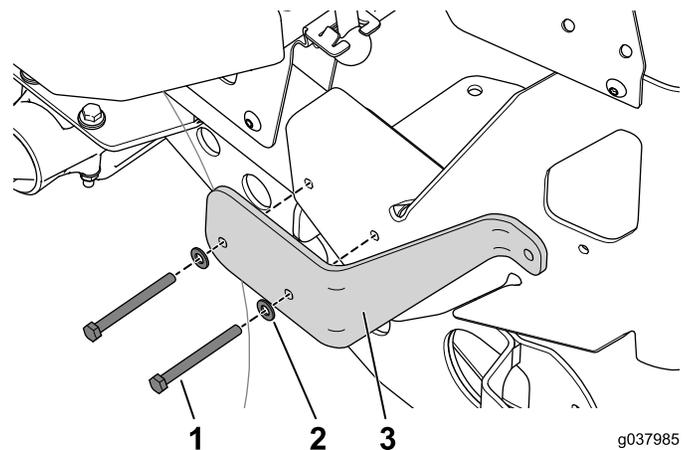

Bild 12
- Fluchten Sie die Löcher in der Stützhalterung mit den Löchern im Rahmen aus (Bild 12).
- Setzen Sie die zwei Schrauben (5/16" x 3 1/4") mit Scheiben in die Löcher (Bild 12).